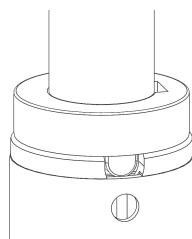

Рисунок 29 – Фиксация держателя для кислородного баллона
2. Поверните держатель для кислородного баллона, чтобы зафиксировать его в гнезде для принадлежностей (Рисунок 29).